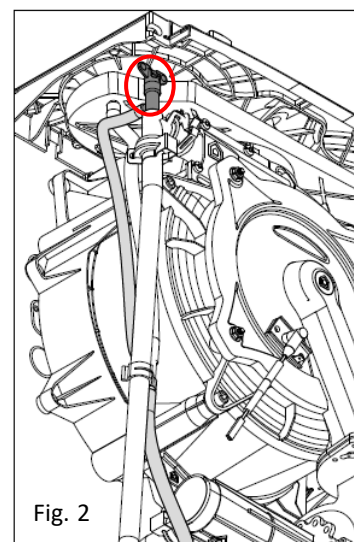

Fig. 2
- Durante o ciclo de purga, abrir o purgador manual (Fig.2) no permutador de calor e fechá-lo quando se vê que a água não contém ar.